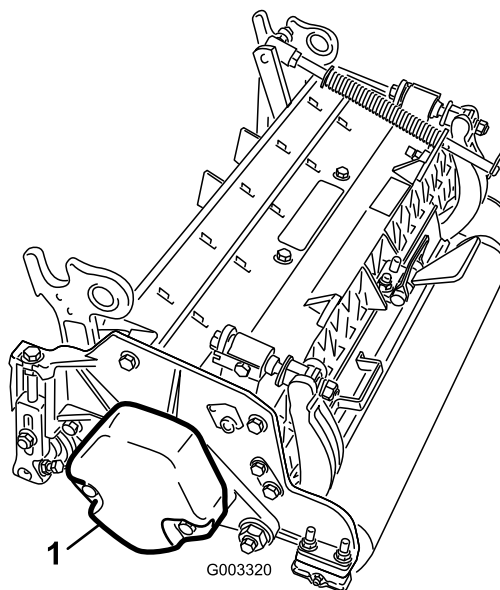

Bild 9
4. Stellen Sie sicher, dass der Gegenballast (Bild 9) am richtigen Ende des Mähwerks montiert ist, siehe die *Bedienungsanleitung* des Mähwerks.